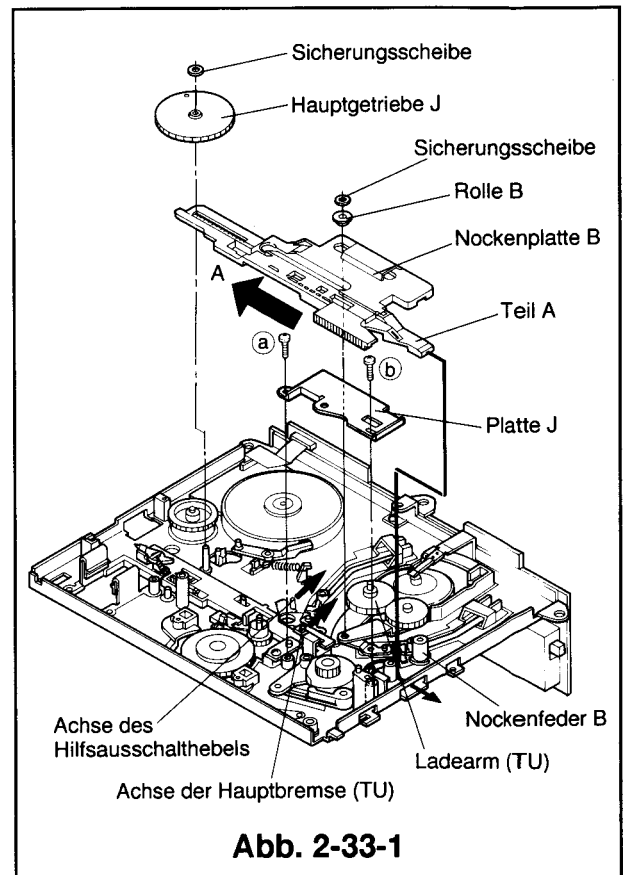

Abb. 2-33-1
- ② Den Teil A der Nockenplatte B in das Loch an der Seite der Hauptplatte einführen, dabei unterhalb der Nockenfeder B entsprechend der durchgehenden Linie einsetzen.(siehe Abb.2-33-1)